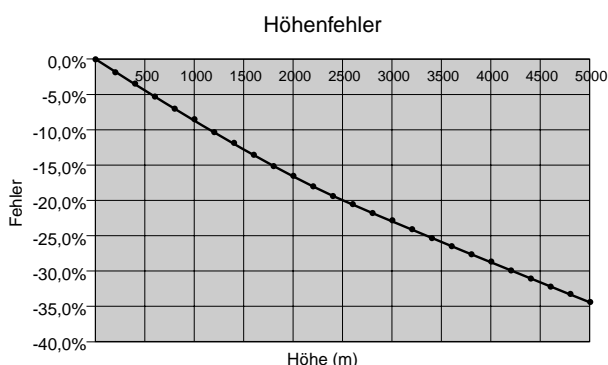

Bild 10-6. Meßgenauigkeit in Abhängigkeit von der Höhenlage des Meßortes
- *Die Meßgenauigkeit ist abhängig von der Höhenlage des Meßorts. Sie nimmt mit zunehmender Höhe ab (Bild 10-6).*